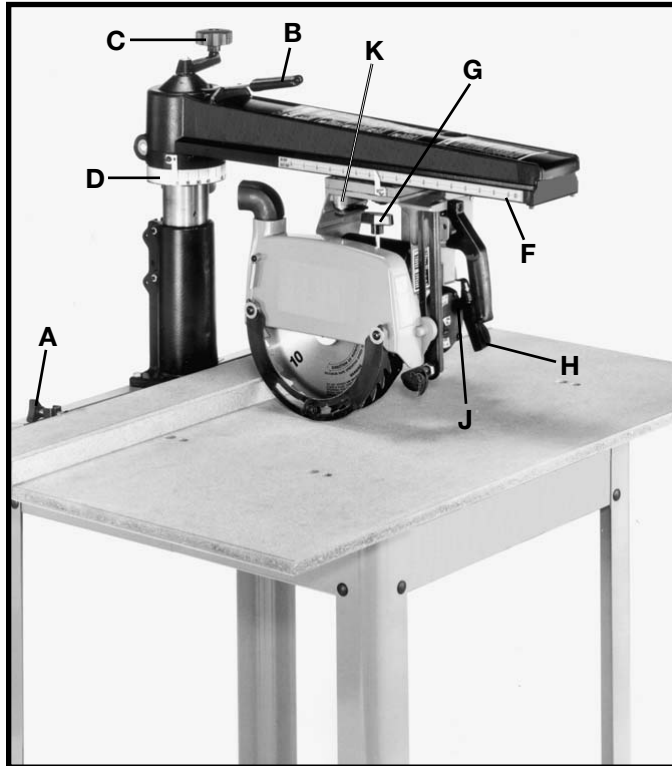

Fig. 74
A. PERILLAS DE ABRAZADERA DE MESA. Permiten que el operario fije rápidamente la posición deseada para la guía. Fig. 74
B. AGARRADERA DE LIBERACION DE INDICE DEL BRAZO GUIA. Suelta el pasador de índice de las posiciones de 0 grados y 45 grados para permitir la rotación del brazo. Presione la agarradera para soltar el pasador de índice. Fig. 74
C. AGARRADERA DE ELEVACION DEL BRAZO GUIA. Controla la profundidad de corte en todas las funciones. El girar la agarradera en el sentido de las agujas del reloj eleva el brazo guía, y en sentido opuesto lo baja. Fig. 74
D. ESCALA DE INGLETES. Indica los grados a izquierda y derecha para fijar el brazo guía al ángulo de ingletes deseado. Fig. 74
F. ESCALA DE CORTE A LO LARGO. Indica las posiciones exterior e interior de corte a lo largo del cabezal de corte. Fig. 74
G. PERILLA DE ABRAZADERA DEL PROTECTOR DE HOJA. Fija el protector de hoja en posiciones giradas para el corte a lo largo. Fig. 74
H. AGARRADERA DE LA ABRAZADERA DE BISELADO. Controla la inclinación del motor para las operaciones de corte de biselado. Fija el motor en cualquier ángulo deseado a lo largo de la escala de biselado. Levante la palanca para aflojar y empujela hacia abajo para encerrojarla. Fig. 74
J. PERILLA DE LIBERACION DEL INDICE DE BISELADO. Localiza las posiciones de 0, 45 y 90 grados, orientando el motor para el corte de biselado. Cuando se inclina el motor para el corte de biselado, debe aflojarse primero la agarradera de abrazadera de biselado. Para soltar el índice, tire de la perilla de liberación. Fig. 74
K. PALANCA DE LIBERACION DE INDICE DEL YUGO. Localiza cada posición de 90 grados del yugo para las operaciones de corte a lo largo o corte transversal. Para girar el yugo, la agarradera de la abrazadera del yugo primero debe estar aflojada. Empuje la palanca de liberación hacia arriba o abajo para soltar el pasador de índice. Fig. 74